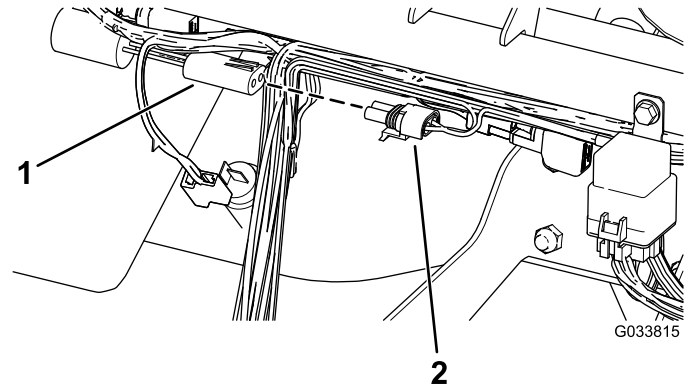

Figure 9
3. Branchez le connecteur étiqueté « one-second delay timer » sur le temporisateur (Figure 9).